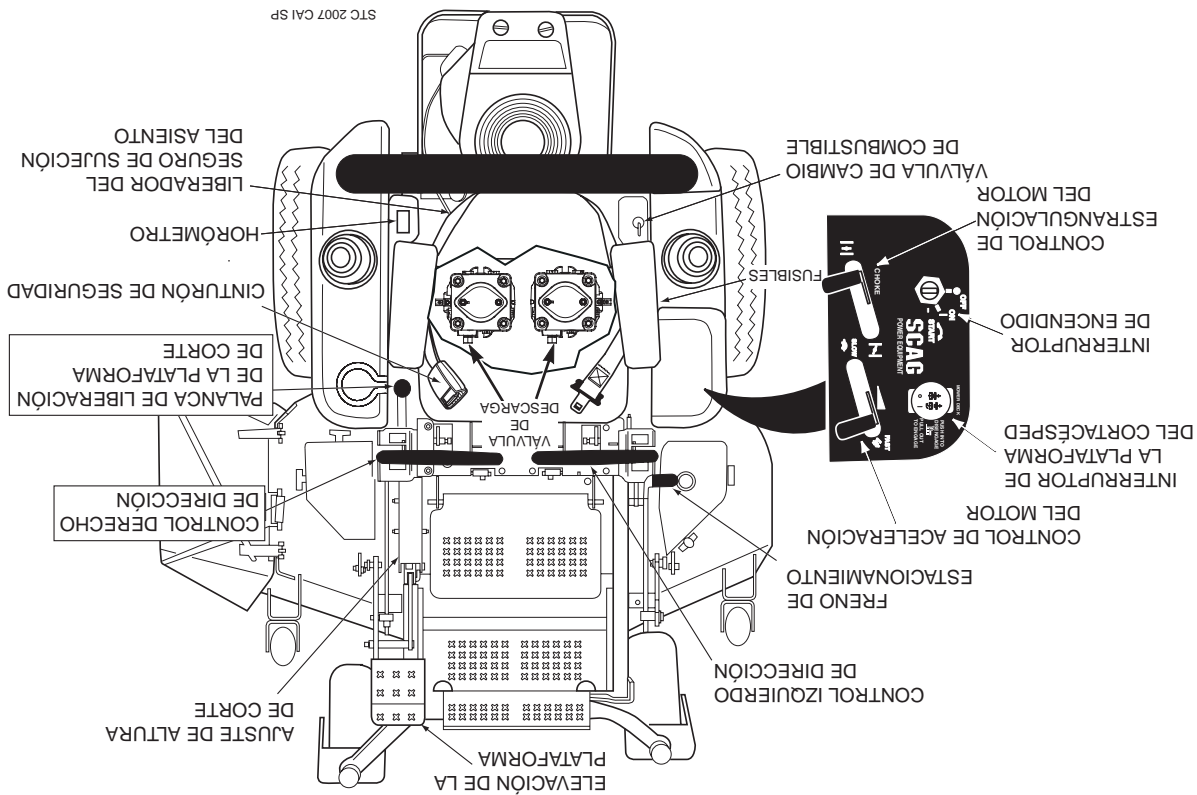

Figura 4-1 Controles e Instrumentos
5. **Horómetro (Figura 4-1).** Indica el número de horas que ha operado el motor. Opera cuando el interruptor de la llave de encendido está en la posición ON. Ha fijado los recordatorios para el mantenimiento del motor y los cambios de aceite del sistema hidráulico. El mantenimiento programado empezará a destellar 2 horas antes de la hora establecida y continuará destellando hasta 2 horas después. Reinicia automáticamente.
6. **Portafusibles (Figura 4-1).** Dos fusibles de 20 Amp protegen el sistema eléctrico del cortacésped. Para reemplazar los fusibles, retire el fusible del zócalo e instale uno nuevo.
7. **Control izquierdo de dirección (Figura 4-1).** Usado para controlar la rueda izquierda del cortacésped al avanzar hacia adelante o en reversa.
8. **Control derecho de dirección (Figura 4-1).** Usado para controlar la rueda derecha del cortacésped al avanzar hacia adelante o en reversa.
9. **Control del freno de estacionamiento (Figura 4-1).** Usado para accionar y desconectar los frenos de estacionamiento. Tire de la palanca para accionar los frenos de estacionamiento. Presione la palanca para desconectar los frenos de estacionamiento.
10. **Válvula de cambio de combustible (Figura 4-1).** Ubicada en el lado izquierdo de la máquina. Usada para cortar el suministro del combustible al motor y cambiar la alimentación de combustible entre tanques. Gire la válvula en contra del sentido de las agujas del reloj para suministrar combustible solamente del tanque del lado izquierdo. Gire la válvula en el sentido de las agujas del reloj para suministrar combustible solamente del tanque del lado derecho.
12. **Palanca de pie de elevación de plataforma (Figura 4-1).** Usada para levantar y bajar la plataforma de corte.
13. **Ajuste de la altura de corte (Figura 4-1).** Usado para poner la plataforma de corte en la altura de corte deseada.
14. **Palanca de liberación de la plataforma de corte (Figura 4-1).** Usada para trabar la plataforma de corte en la posición de transporte. Para corte normal, empuje el pedal hacia adelante y tire de la palanca de desenganche de modo de soltar la plataforma de corte.
15. **Cinturón de seguridad (Figura 4-1).** Usado para asegurar al operador. El cinturón de seguridad debe usarse solo cuando la barra contra vuelco esté en posición vertical y bloqueada.
16. **Librador del seguro de sujeción del asiento (Figura 4-1).** Ubicado detrás del asiento. Usado para asegurar el asiento en la posición de operación. Libere el seguro para tener acceso a la parte inferior del asiento.
1. Interruptor de encendido (Figura 4-1). Usado para arrancar el motor; tiene tres posiciones; OFF, ON, y START.
2. Interruptor de la plataforma del cortacésped (Figura 4-1). Usado para accionar y desconectar el sistema de transmisión del cortacésped. Tire del interruptor para accionar la transmisión de la plataforma. Presione el interruptor para desconectar la transmisión de la plataforma.
3. Control de estrangulación del motor (Figura 4-1). Usado para arrancar un motor frío.
4. Control de aceleración del motor (Figura 4-1). Usado para controlar la velocidad de motor. Presionando la palanca hacia abajo aumenta la velocidad del motor. Tirando de la palanca hacia atrás disminuye la velocidad del motor. La posición completamente hacia atrás es la posición de MARCHA EN VACÍO. La posición de corte es la de más adelante.